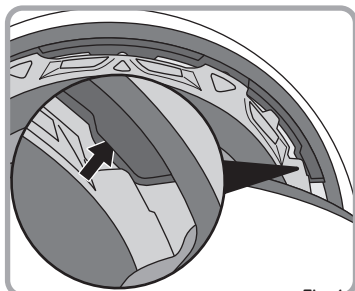
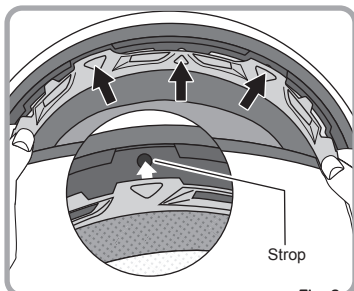

Fig. 1
Fig. 2
- ① Hold hjelmen som vist på Fig. 1 og fjern så tindingslinerne fra områderne på højre og venstre side individuelt.
- ② Fjern tindingslinerne i midten som vist på Fig.
- ③ Løsn de 3 stropper på bagsiden for at fjerne den indre pude, som vist på Fig. 2.
- ① Indfør mellemforet i tindingeområderne som vist i fig. 1.
- ② Indfør de 3 tryklåse på forsiden som vist i fig. 2.